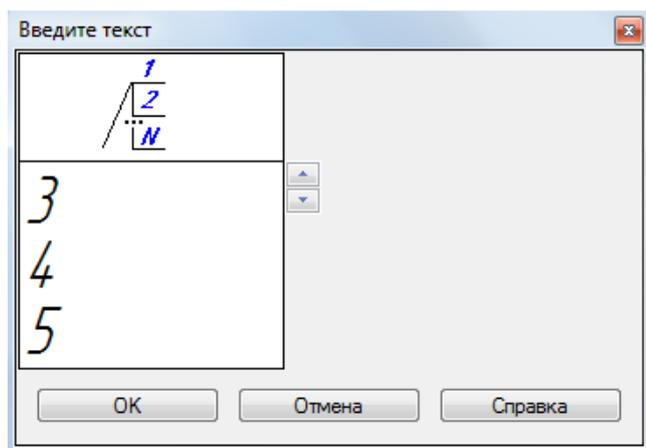

Рисунок 6.
16. Проставить позиции:  **Обозначения** -  **Обозначение позиций**. Выровнять их **по вертикали** . Первые номера присваиваются соединяемым деталям, а затем в алфавитном порядке нумеруются стандартные изделия. Для простановки многоярусной полки-выноски для стандартных изделий войдите в **Текст** - в появившемся окне **Введите текст** с клавиатуры последовательно ввести номера позиций для каждой полки, нажимая каждый раз после ввода числа клавишу **Enter** (рисунок 6).